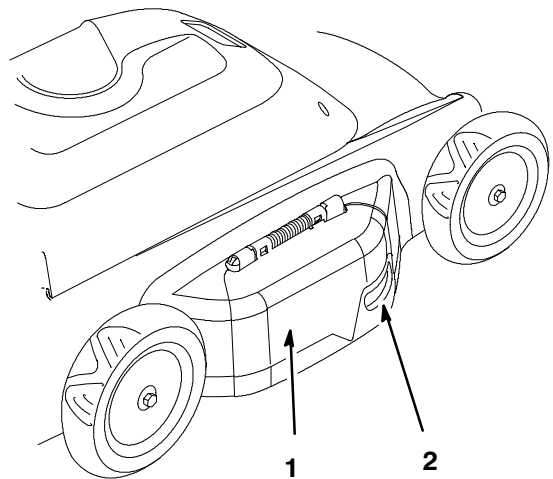

Figure 18
1. Ouvrir la porte de paillage en la soulevant par la poignée (Fig. 18).